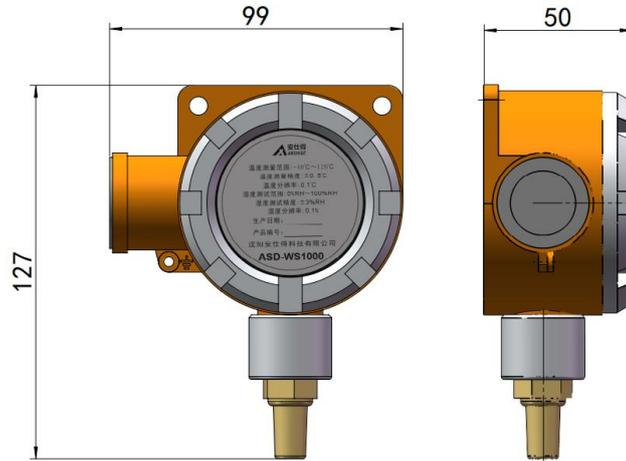

图 1
| 1、 | ASD-WS1000 外形尺寸 (图 1): | 3 |
1、 ASD-WS1000 外形尺寸 (图 1):